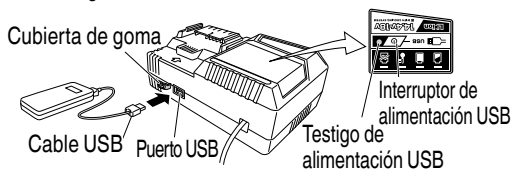

Fig. 13
- (2) Encienda el enchufe de alimentación USB (Fig. 13)
- (3) Conecte el cable USB. (Fig. 13)
- (4) Cuando se haya completado la carga
- Apague el interruptor de alimentación USB y desenchufe el cable de alimentación de la toma de alimentación eléctrica. (Fig. 13)